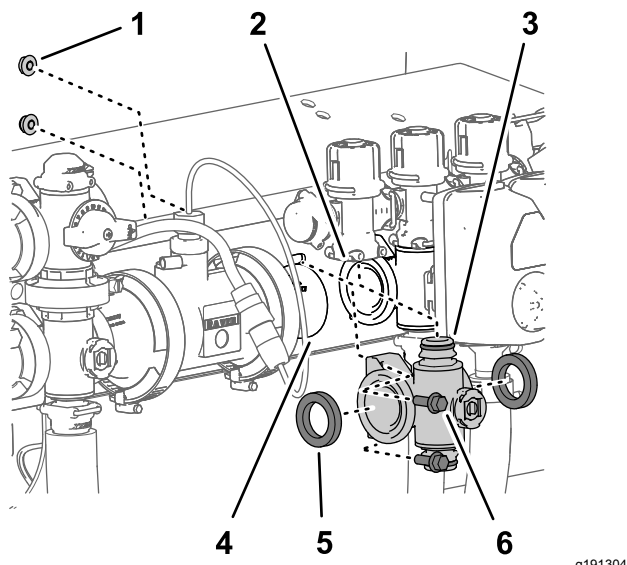

Figura 110
- Para los distribuidores de la válvula de sección izquierdo y derecho, retire los 2 pernos con arandela prensada ($\frac{1}{4}" \times \frac{3}{4}"$) y las tuercas prensadas y las 2 contratueras prensadas ($\frac{1}{4}"$) que sujetan el distribuidor de la válvula de sección al soporte de la válvula (Figura 110).
- Mueva el distribuidor de la válvula de sección y las juntas hacia abajo hasta que estén libres de la válvula de desvío de sección, y luego retírelos de la máquina (Figura 110).